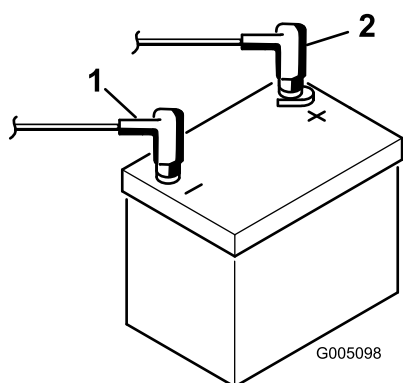

Рисунок 7
- Подсоедините положительный кабель (красный) к положительной клемме (+), а отрицательный кабель (черный) – к отрицательной (-) клемме аккумуляторной батареи и закрепите их болтами и гайками (Рисунок 7). Наденьте на положительную клемму резиновый чехол для предотвращения возможного замыкания на массу.